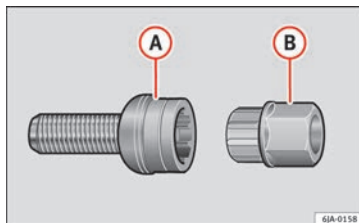

Fig. 62 Tornillo de seguridad para ruedas con adaptador.
- Introduzca el adaptador (B) »» fig. 62 con su lado dentado hasta el tope en el dentado interior del tornillo de seguridad para ruedas, de tal modo (A) que ya sólo sobresalga el hexágono exterior.
- Encaje la llave de rueda en el adaptador (B) hasta el tope.